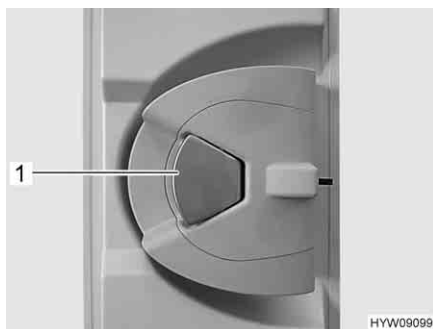

Fig. 50 Serratura della porta (porta di ingresso, lato interno)
- Quando la serratura della porta è bloccata: Tirare una volta la maniglia della porta (Fig. 50,1). La porta è sbloccata.
- Tirare la maniglia della porta (Fig. 50,1). La porta è aperta.
- Premere la maniglia della porta (Fig. 50,1).